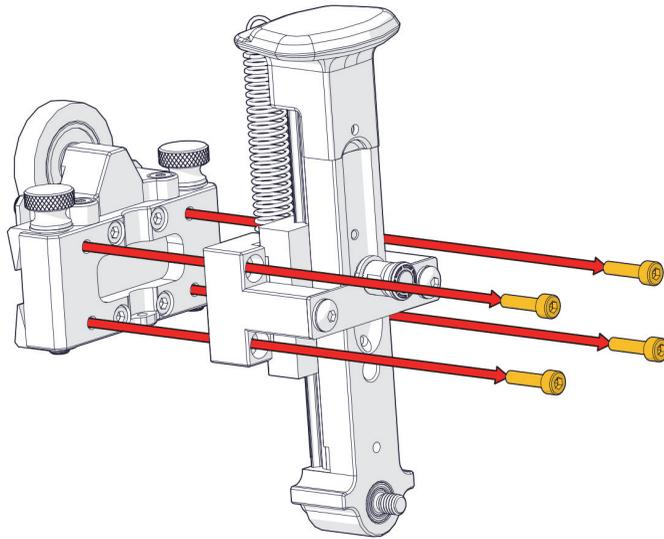

Figure 1-59 Retrait d'un bras à ressort
1. Retirez les quatre vis de fixation au moyen d'un tournevis à tête hexagonale M3 (Figure 1-59 à la page 71).